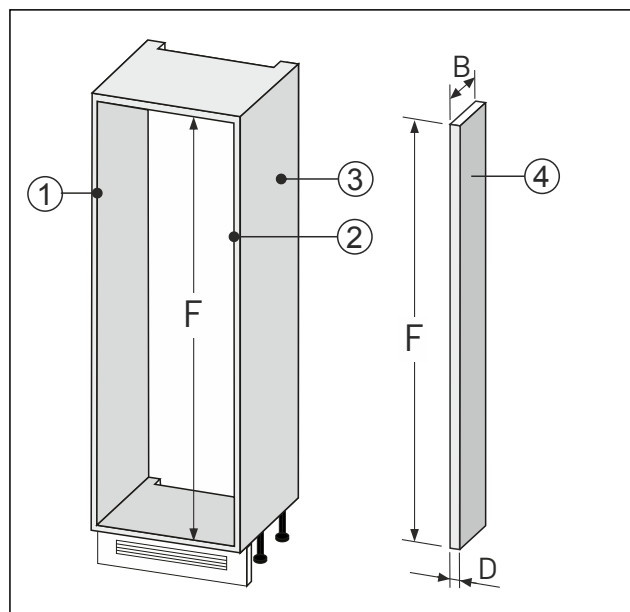

Fig. 92
- Fremstil vægudjævning Fig. 92 (4) efter ovennævnte mål.